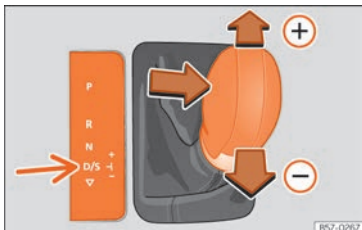

Abb. 259 Mittelkonsole: zu Tiptronic ändern.
- Ziehen Sie den Wählhebel nach vorn (+) um einen Gang hochzuschalten »» Abb. 259.